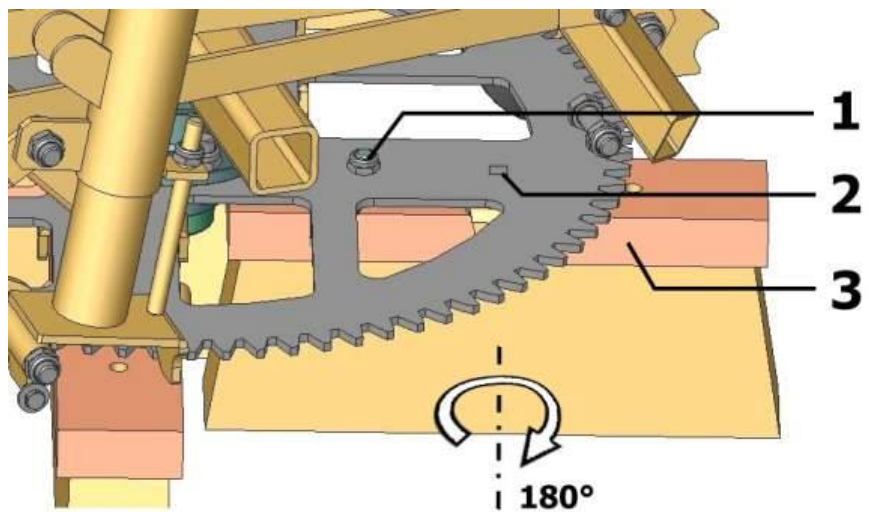

Bild 6
- Retirer la vis de fixation (1) de la brosse.
- Enlever la brosse (3), la faire pivoter de 180° (sur son axe). (Voir figure 6)
- Remettre la rondelle (4170.0022) en place dans la même position (2) et resserrer la vis de fixation.